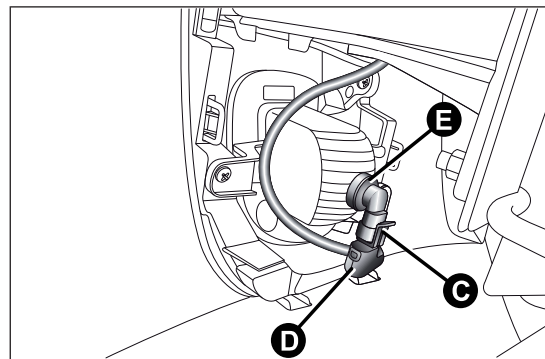

fig. 137
- ☐ actuar en la ballestilla C y soltar el conector eléctrico D fig. 137;